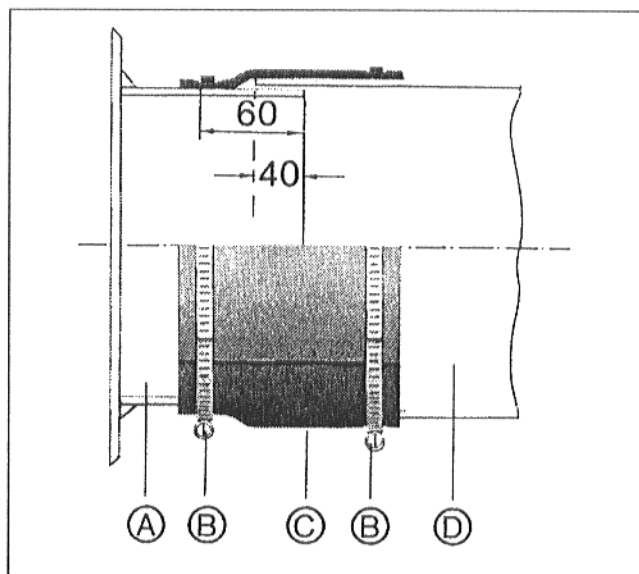

Fig. 31
- Spingere i nastri tensori (B) sul tubo dei gas combusti (D).
- Inserire il tubo dei gas combusti (D) per circa 40 mm sul tronchetto del tubo della caldaia (A).
- Posizionare il manicotto di ermetizzazione del tubo dei gas combusti (C).
- Spingere i nastri tensori (B) sul manicotto di ermetizzazione e fissare (Fig. 31).